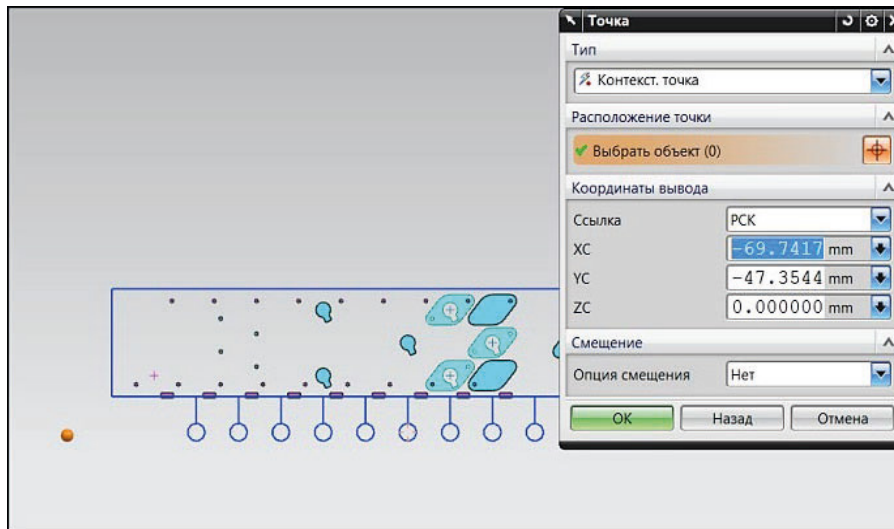

Рис. 7.15. Задание первой точки контура набора плит
9. В рабочем окне при нажатии на кнопку **Укажите рабочую область** отображается вид сверху (плоскость XOY). Подборка *prj\_strip\_276.prt* становится активным компонентом. Открывается окно диалога **Точка** (рис. 7.15). Поставьте первую точку недалеко от левого нижнего угла полосы.